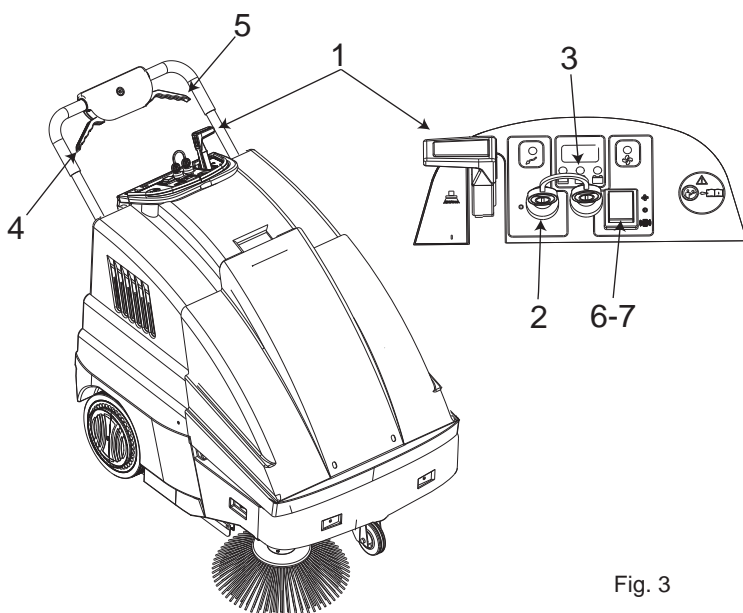

Fig. 3
- Portare la leva alza spazzola (pos. 1 Fig. 3) in posizione "0".
- Verificare che la spazzola laterale pos. 1 Fig 3 sia in posizione "0".
- Portare in posizione "I" l'interruttore a chiave pos. 2 Fig. 3.
- Dopo aver girato la chiave attendere circa 10" prima che la macchina si metta in moto. Controllare tramite il segnalatore pos. 3 Fig. 3 che la batteria sia completamente carica prima di iniziare a lavorare, in caso contrario mettere sotto carica la batteria.
- Attivare l'aspiratore portando in posizione "I" l'interruttore pos. 7 Fig. 3.
Spegnere l'aspiratore portando in posizione "0" l'interruttore pos. 7 Fig. 3, quando si utilizza la macchina in trasferimento.
- Tirare la leva di trazione pos. 4 Fig. 3 e procedere alla pulizia. Se è necessario, azionare la leva pos. 1 Fig. 3 portandola in posizione "I" per inserire la spazzola laterale. A fine lavoro portare, se utilizzata, la leva spazzola laterale in posizione "0", spegnere la macchina e togliere le chiavi dal quadro comandi.
La durata della carica della batteria dipende dalla manutenzione ordinaria e dal livello di scarica. Non far scendere la carica della batteria al di sotto del limite indicato dalle spie in pos.3 Fig.3.